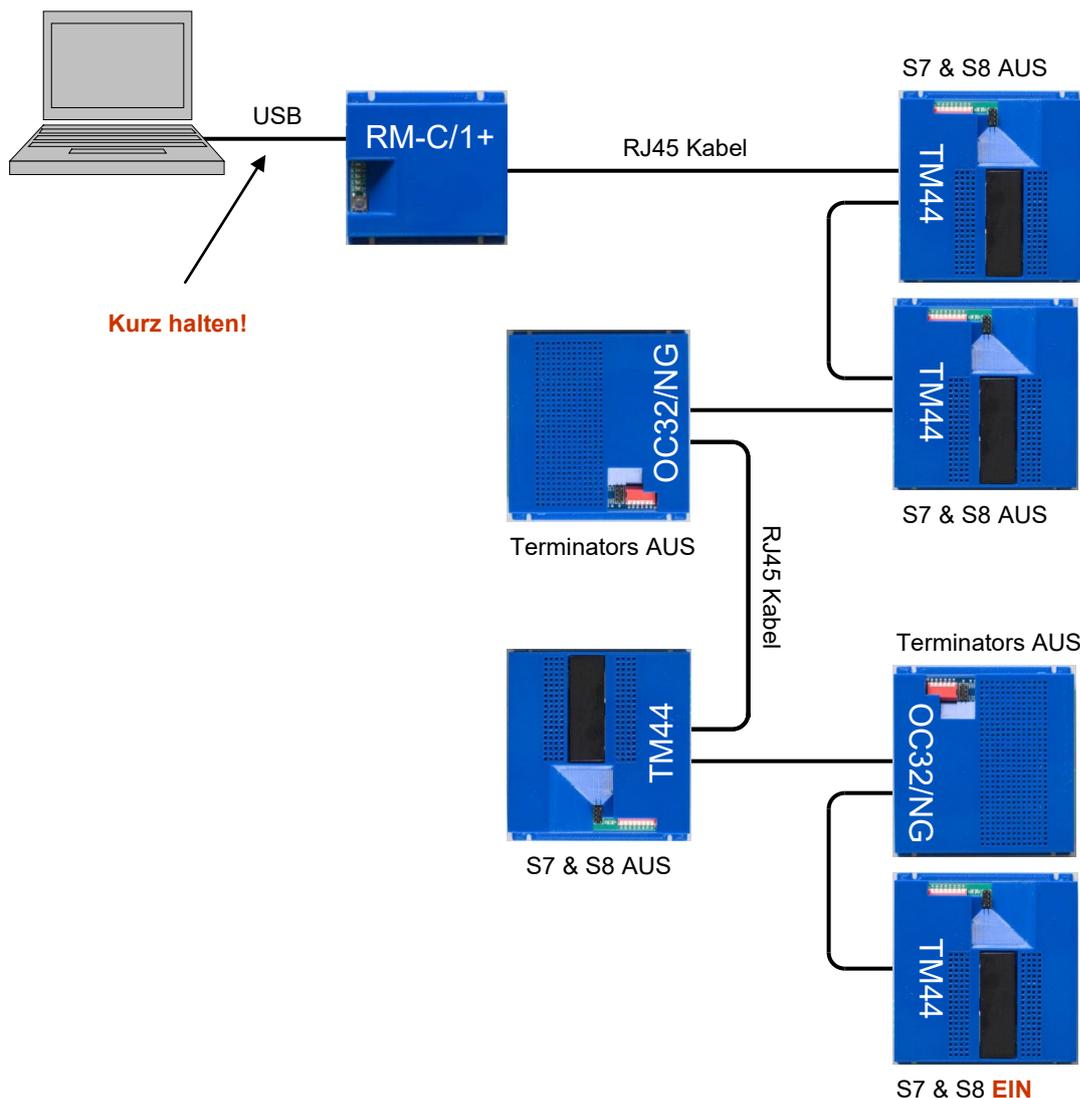

Fig. 21 : Schéma des connexions réseau RM -U - TM44
Lorsque vous aurez terminé, vous devriez avoir une série continue de modules reliés entre eux. Nous appellerons cette chaîne "un bus". Tous les modules ont les deux prises RJ45 occupées, à l'exception du RM -C/1+ et du dernier module de la chaîne. Votre réseau devrait ressembler à peu près à comme dans la figure 21.
**Notez qu'il n'y a absolument aucun rapport entre l'ordre dans lequel les modules sont physiquement r éliés entre eux (fig. 21 et 22) et l'adresse qu'ils utilisent.**